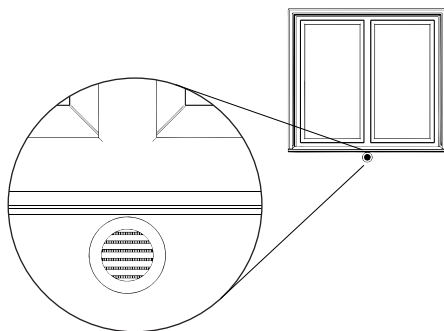

Рис. 6
5. Для крепления вентиляционной решетки, требуется нанести жидкие гвозди на посадочное место решетки и затем установить в вентиляционный канал, так чтобы водозащитные жалюзи были расположены горизонтально (Рис.6).
5. Для крепления вентиляционной решетки, требуется обильно нанести жидкие гвозди на посадочное место решетки и установить в просверленное отверстие стены, отверстие предварительно следует очистить от пыли. Жалюзи вентиляционной решетки должны располагаться горизонтально (Рис.6).